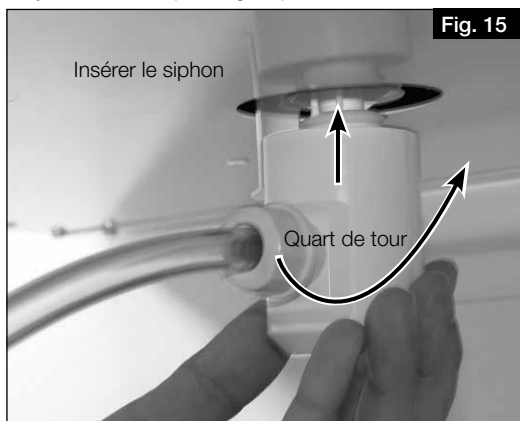

Fig. 15
- Insérer le siphon en lui donnant un quart de tour pour l'enclencher dans la pièce de fixation (voir Fig. 15). Bien s'assurer que la boule flotte librement dans le siphon !